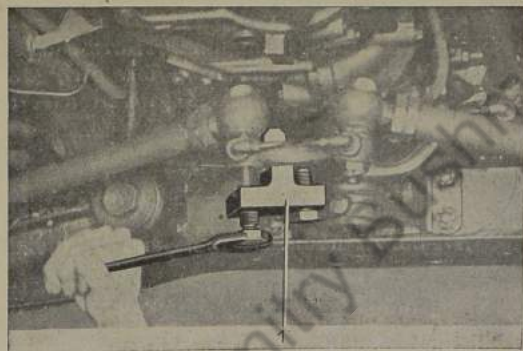

Bild 502: **Kugelzapfen abdrücken**
3. Mit Abdrücker Nr. 1505 Kugelzapfen herausdrücken (Bild 502). Staubkappe und Krallenfeder abnehmen.